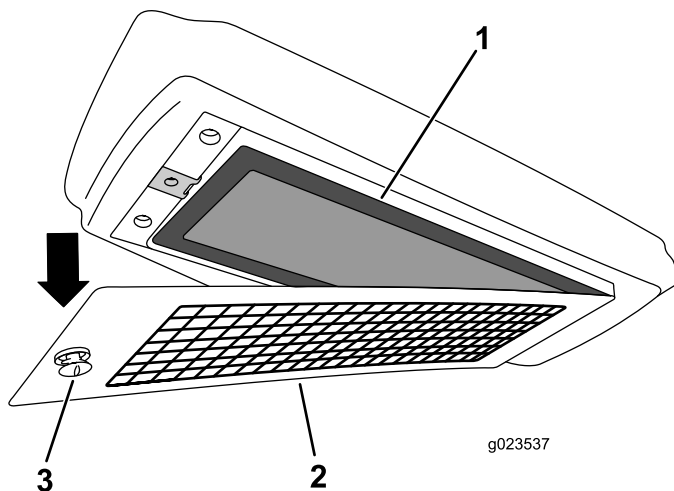

Figure 133
4. Sortez le filtre à air du boîtier et remplacez l'élément filtrant (Figure 133).